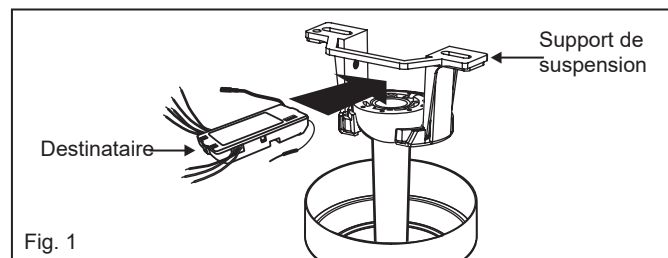

Fig. 1
1. Insérez le contrôleur dans le support de montage au plafond avec le côté plat du contrôleur face au plafond. (Fig. 1) Pour de meilleures performances, assurez-vous que l'antenne noire et l'antenne WIFI, à l'extrémité du contrôleur, restent étendues et ne sont pas emmêlées avec aucun des fils électriques.